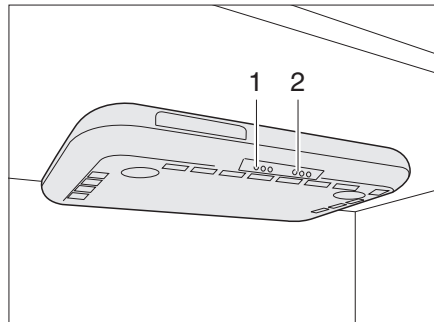

Bild 129 Dunstabzug
- Den Dunstabzug mit dem Schalter (Bild 129,1) ein- und ausschalten.
- Die Kochstellenleuchten mit dem Schalter (Bild 129,2) ein- und ausschalten.